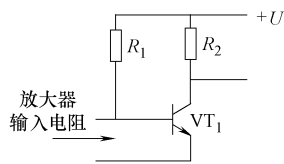

图 11-93 晶体管输出电阻示意图
2) 晶体管输出电阻。放大器输入电阻是加入直流偏置电路后, 从放大器输入端向里看的电阻, 如图 11-93 所示。